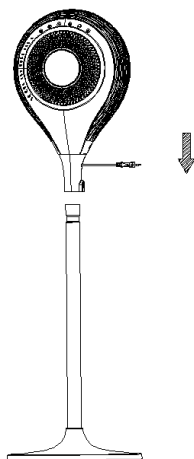

Рисунок 2
3. Установите корпус вентилятора на стойку. (Рисунок 2)